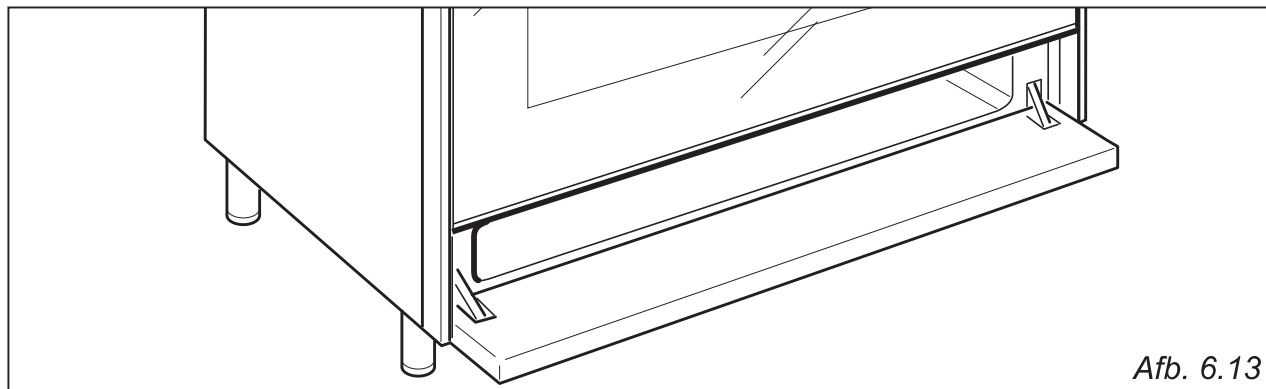

Afb. 6.12
- Er zit een speciaal scherm aan de achterkant van de oven om vetdeeltjes op te vangen, vooral tijdens het braden van vlees (Afb. 6.12).
- Het vetfilter moet aan de achterkant van de ovenruimte worden vastgehaakt, zoals aangegeven in afbeelding 6.12.